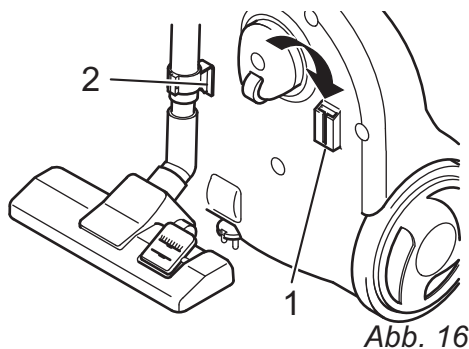

Abb. 16
■ Zum **Abstellen** können Sie auch die Verstauhalterung (Abb. 16/1) an der Unterseite des Bodenstaubsaugers verwenden. Hier können Sie den Verstauhaken (Abb. 16/2) am Teleskoprohr einhaken (Abb. 16).